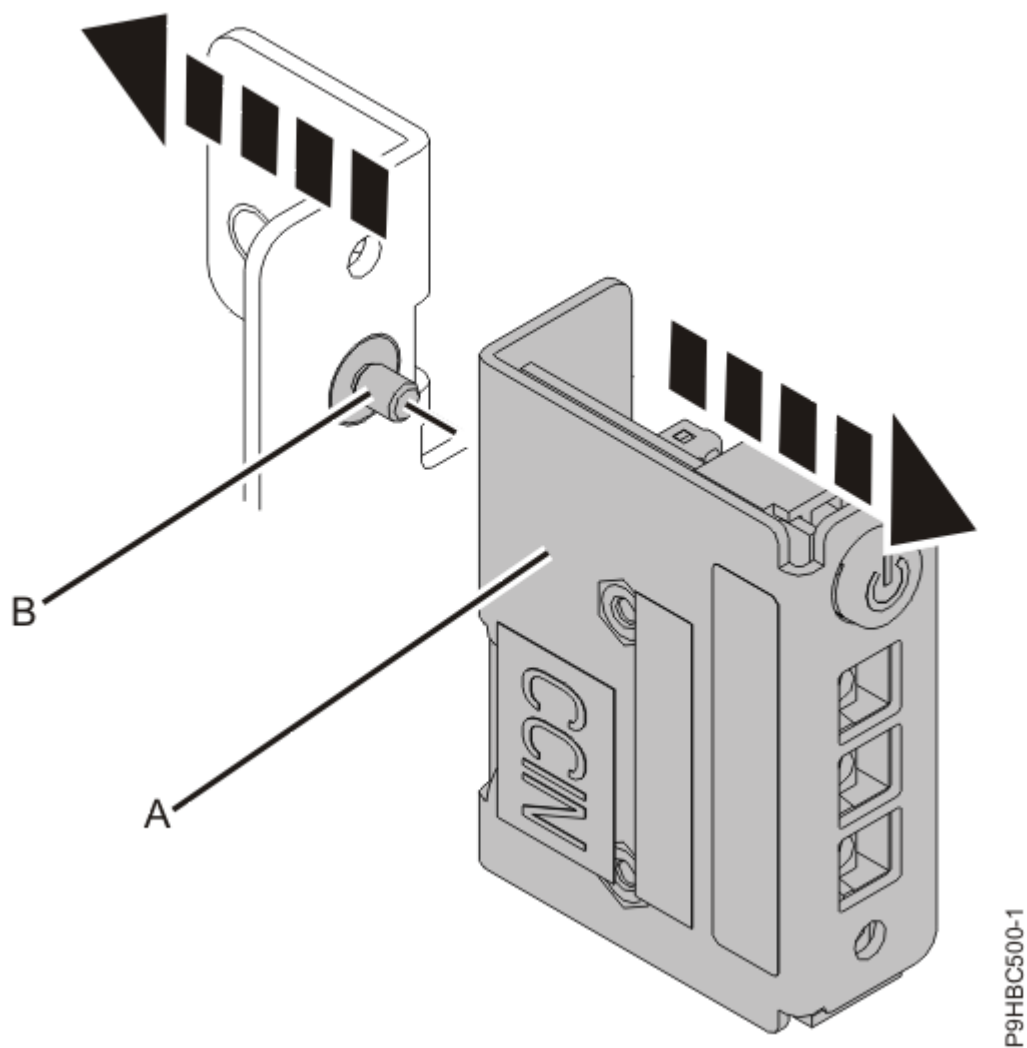

Figura 9. Extracció del panell de control de la peça de subjecció
2. Afluixeu el cargol **(B)** que fixa el panell de control **(A)** a la peça de subjecció tal com es mostra a la Figura 9 a la pàgina 11.